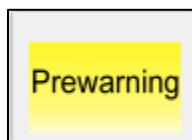

图 4-4 预警提示
- 2) 激活预警后，如图4-4所示，GUI操作面板会显示预警提示。